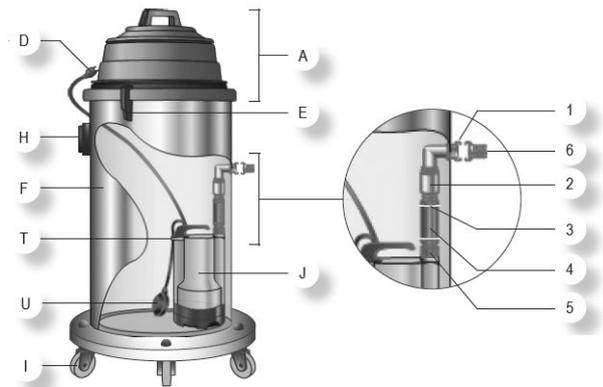

Abb. 4: Beschreibung der Pumpe flexCAT 141 EP
Schritt 3: Montieren Sie das Wasserabpumprohr des Tankbehälters an das Verbindungsstück 1 (Abb.4).
Schritt 4: Schließen Sie den Saugschlauch an den Einlaßstutzen H (Abb.4) des Saugers an. Stecken Sie die gewünschte Zubehördüse auf den Schlauch.
Schritt 2: Saugen Sie mit Hilfe des Saugschlauches und der passenden Bodendüse die Flüssigkeit ein. Während sich der Tankbehälter 7 (Abb.3) füllt, erhöht sich im inneren des Behälters der Schwimmer U (Abb.4).
Die Füllstandsgrenze des Schwimmers kann durch das Verlängern oder Verkürzen des Schwimmerkabels T (Abb.4) eingestellt werden.